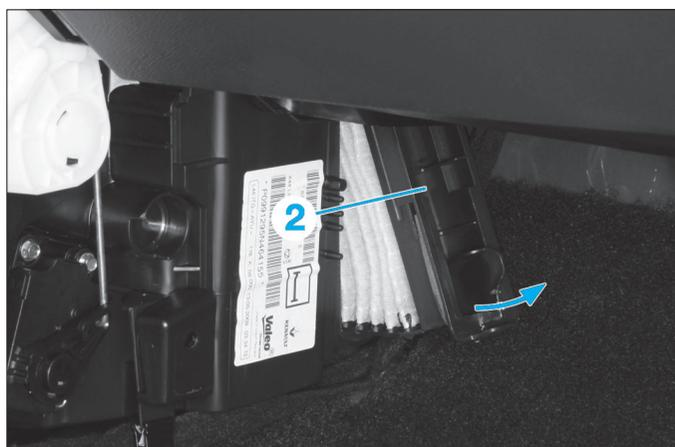

Fig. 3
- Déboîter le filtre à air d'habitacle (2) de son logement (Fig.3).